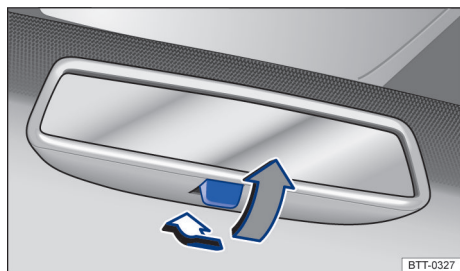

Fig. 93 No para-brisa: espelho retrovisor interno com antiofuscante manual.
- Para evitar o ofuscamento, puxar a alavanca para trás → Fig. 93.